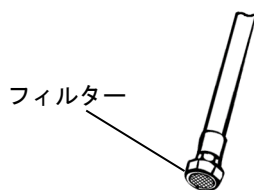

Fig.4.1
- 1) 新油供給用のサククションホースの先端についているフィルターを洗浄してください。(Fig.4.1)